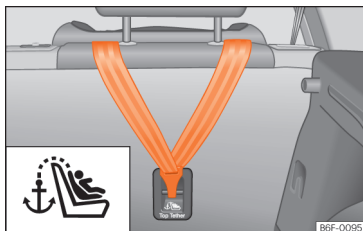

Fig. 38 Parte posterior dos bancos traseiros: argolas de fixação para o cinto Top Tether.
As cadeiras infantis com sistema Top Tether incluem uma correia adicional para fixação a um ponto de fixação no veículo. Este ponto de fixação encontra-se na parte traseira do encosto do banco traseiro (identificado com o símbolo ) e proporciona maior retenção >>> **Fig. 38**.
- Deslize a correia e fixe-a corretamente na fixação da parte posterior do encosto >>> **Fig. 38**.